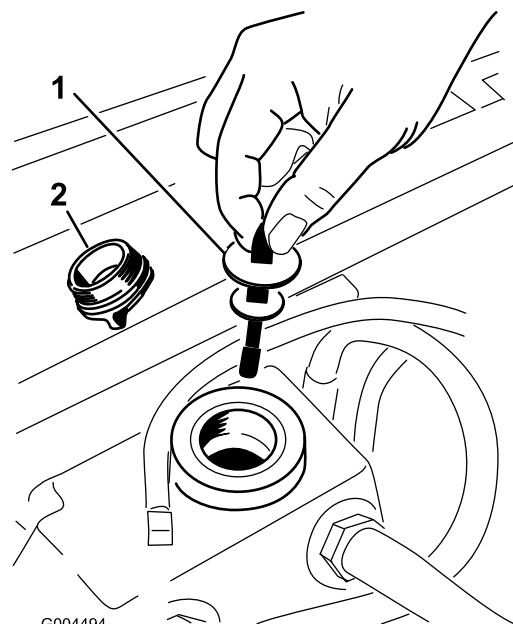

図 63
5. 油圧オイル給油口からキャップ 図 63 を取る。
6. ディップスティックを抜きウェスで一度きれいに拭く (図 63)。
7. もう一度首に差し込んで引き抜き、オイルの量を点検する 図 63。